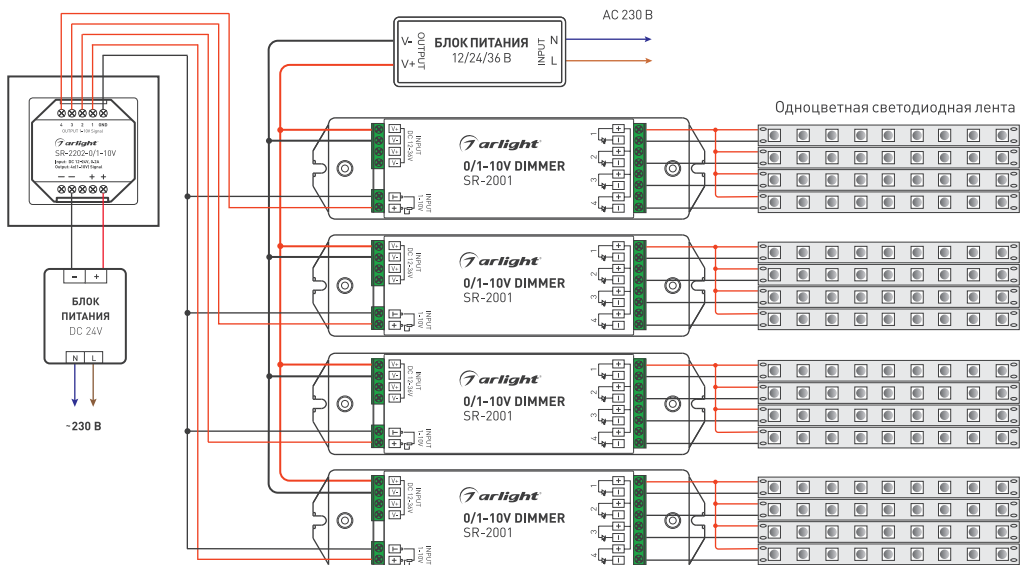

Рис. 1. Схема подключения на примере диммера SR-2001.
3.2. Выполните подключение согласно схеме Рис. 1.